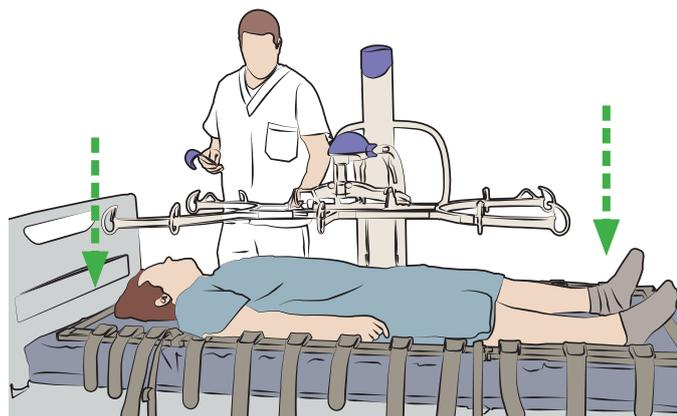

Fig. 12
3. Abbassare la barra per barelle sul paziente. Vedere fig. 12.